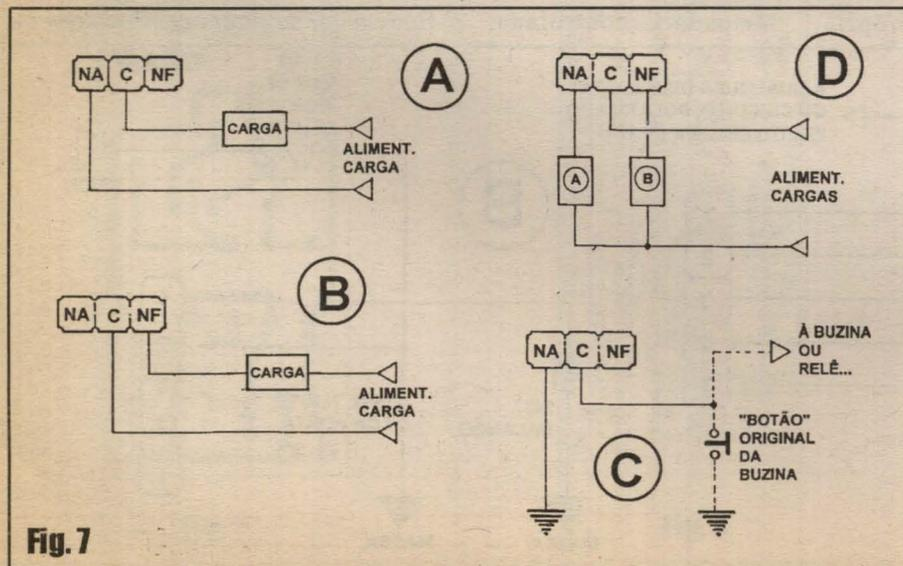

Fig. 7
- FIG. 7 - UTILIZANDO AS SAÍDAS DE APLICAÇÃO DO MIMAL... - Conforme sabem os leitores/hobbystas, os indicativos NA-C-NF correspondem, respectivamente, a NORMALMENTE ABERTO, COMUM e NORMALMENTE FECHADO, para